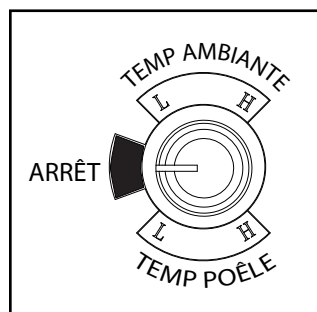

Figure 4.2
1. Une sonde ambiante est exigée pour le fonctionnement approprié de ce poêle en mode « Room Temp ». À cet instant, remplissez la trémie de granulés, assurez-vous que la commande est réglée sur « OFF ». Figure 4.2. Connectez le cordon d'alimentation à la prise murale la plus proche et correctement mise à la terre.